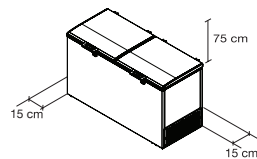

Fig. 3
- El equipo debe instalarse sobre un piso firme, nivelado y con suficiente espacio alrededor. Ver Fig. 3